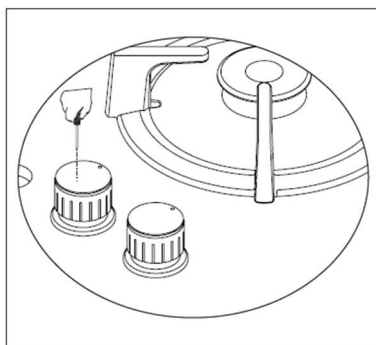
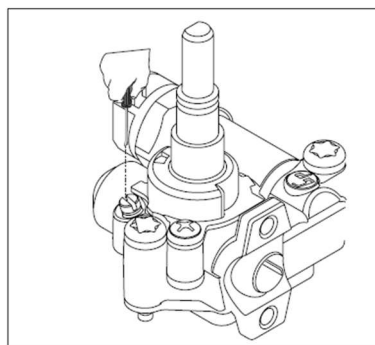

Рис. 4
Рис. 5
4. Выкрутите жиклер (Рис. 3) и замените на подходящий. Снимите ручку управления, соответствующую данной конфорке (Рис. 4), отрегулируйте положение регулировочного винта, который находится в центре газового крана (Рис. 5). Используйте отвертку подходящего размера.